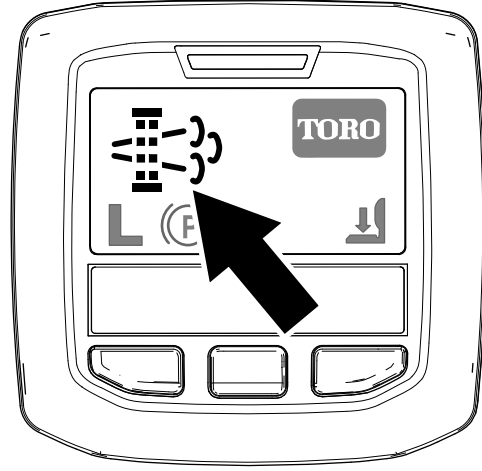

Figure 36
- L'icône de régénération en stationnement s'affiche dans l'InfoCenter (Figure 36).